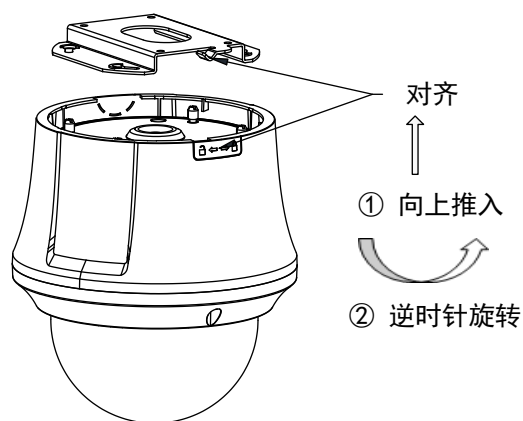

图2-27 推入安装
- 步骤5 将智能球上壳体顶面箭头方向朝向安装底座伸出尖端，向上推入，然后朝安装底座伸出尖端方向推动，到位后限位弹舌自动卡入安装底座限位挡板的右边，如图 2-27 所示。